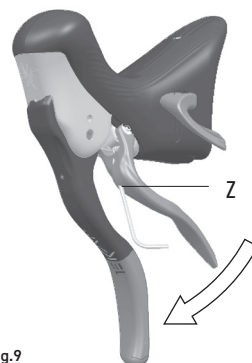
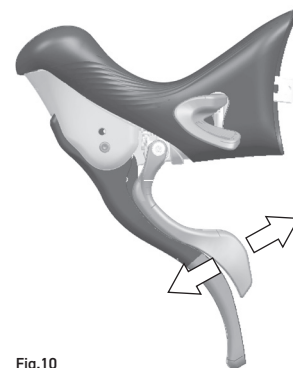

Fig.9
Fig.10
La posición de la palanca externa se puede regular, para que esté más o menos cerca de la maneta del freno, ajustando el pasador que se encuentra en el interior del orificio Z (Fig.9 / Fig. 10). La posición correcta de la palanca externa tiene que regularse de manera que se quede a ras, pero que no toque la goma de la maneta del freno.
- Gire la llave Allen en sentido horario (Fig. 9) si desea alejar la palanca de la maneta del freno (Fig. 10) o en sentido antihorario si desea acercar la palanca.